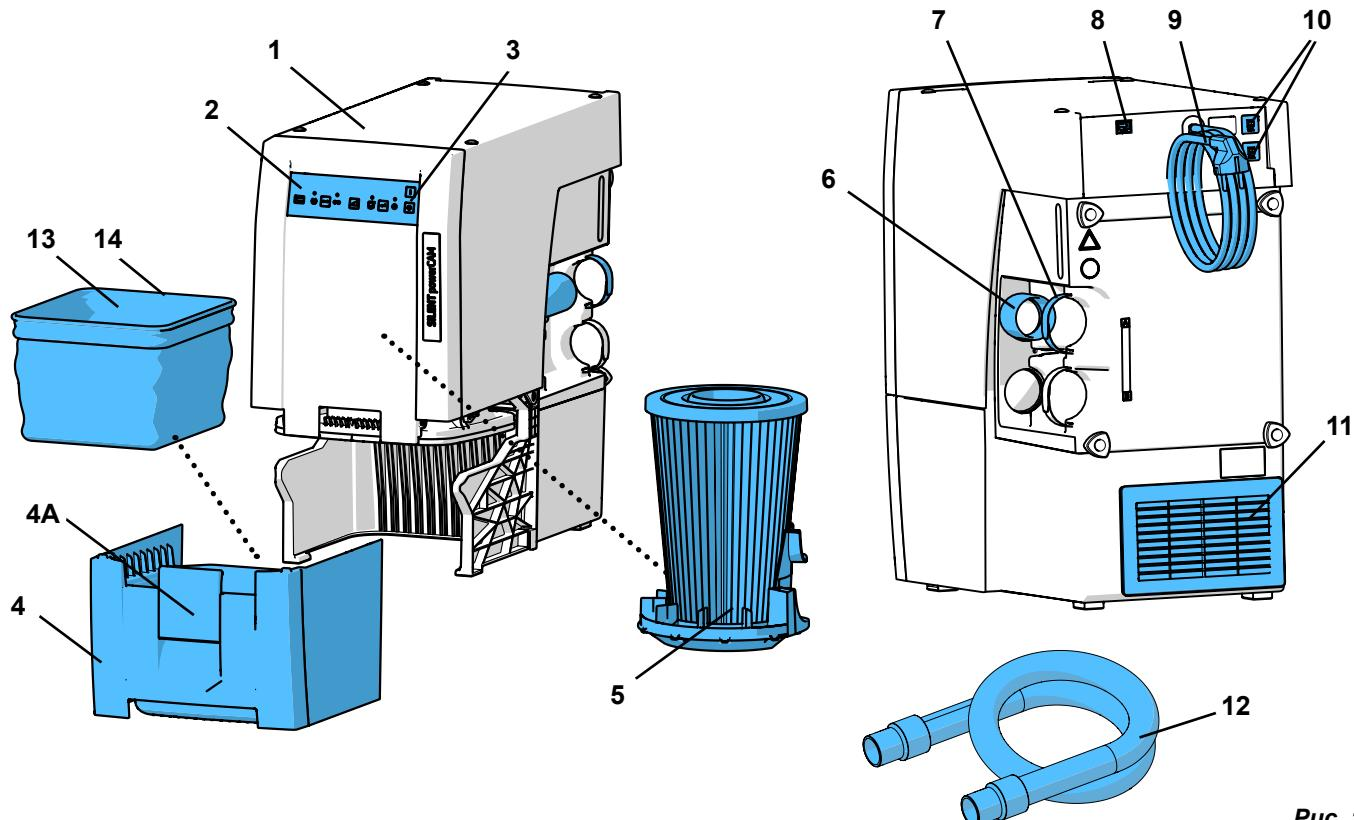

Рис. 1
- выходу отработанному воздуха 11, Рис. 1) и чего не препятствовало.
- Отверстие на задней стенке шкафа (В), мин. 250 x 120 мм, непосредственно напротив выхода отработанного воздуха (11, Рис. 1).
⇒ Шнур питания (9, Рис. 1) раскатать и штекер вставить в розетку электросети здания.